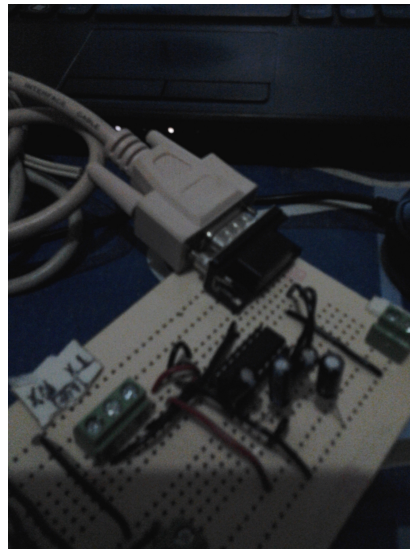

Figura 3.8: Circuito MAX-232 conectado a la computadora por medio del convertidor DB-9 a USB serial.
9. Una vez conectado, se conecta el cable convertidor DB-9 a serial al conector en el circuito armado del MAX-232. En la figura 3.8 se observa dicha conexión.